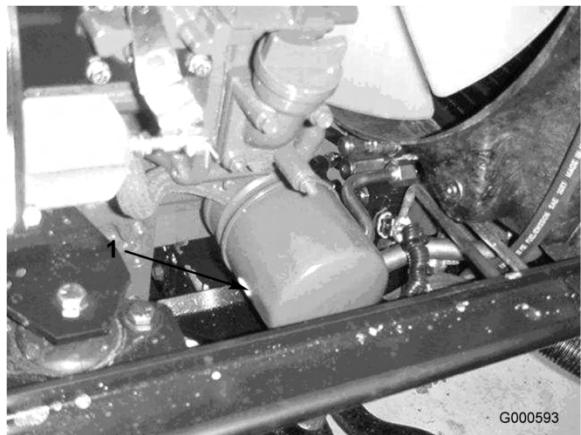

Bild 33
2. Entfernen Sie den Ölfilter (Bild 33). Ölen Sie die neue Dichtung am Ölfilter leicht mit frischem Öl ein, bevor Sie den Filter eindrehen. Ziehen Sie nicht zu fest.